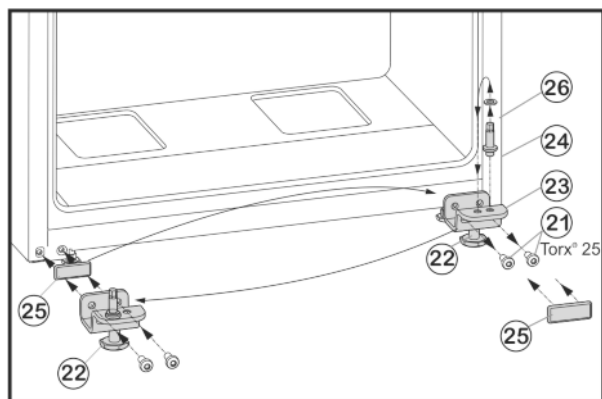

Fig. 6
- Desserrer les vis de fixation Fig. 6 (21).
- Retirer l'ensemble du support de palier inférieur Fig. 6 (23), avec le boulon Fig. 6 (24), la rondelle Fig. 6 (26) et le pied réglable Fig. 6 (22).
- Dévisser le boulon Fig. 6 (24) et la rondelle Fig. 6 (26), et les déplacer vers le logement opposé, puis le revisser.
- Retirer soigneusement la plaque de recouvrement Fig. 6 (25) et la replacer du côté opposé.
- Revisser fermement le support de palier inférieur Fig. 6 (23), le boulon Fig. 6 (24), la rondelle Fig. 6 (26) et le pied réglable Fig. 6 (22) sur le nouveau côté de la charnière **(en appliquant un couple de 4 Nm)**.
- Placer la porte inférieure depuis le haut sur le boulon Fig. 6 (24).
- Dévisser le pied de réglage Fig. 6 (22) au niveau du support de palier inférieur Fig. 6 (23) jusqu'à ce qu'il repose au sol.